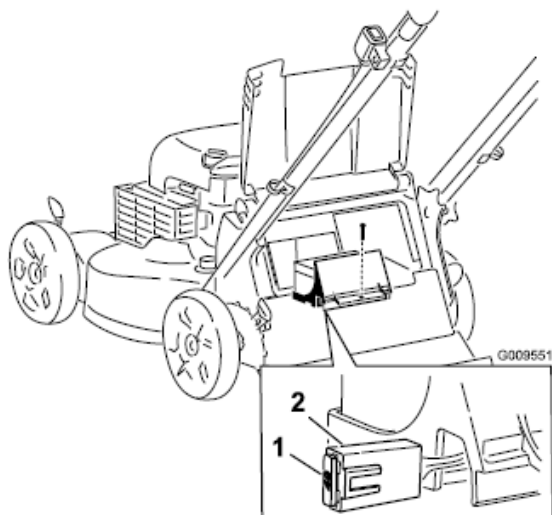

Figure 25
4. Wymienić bezpiecznik znajdujący się w uchwycie (Fig.25)